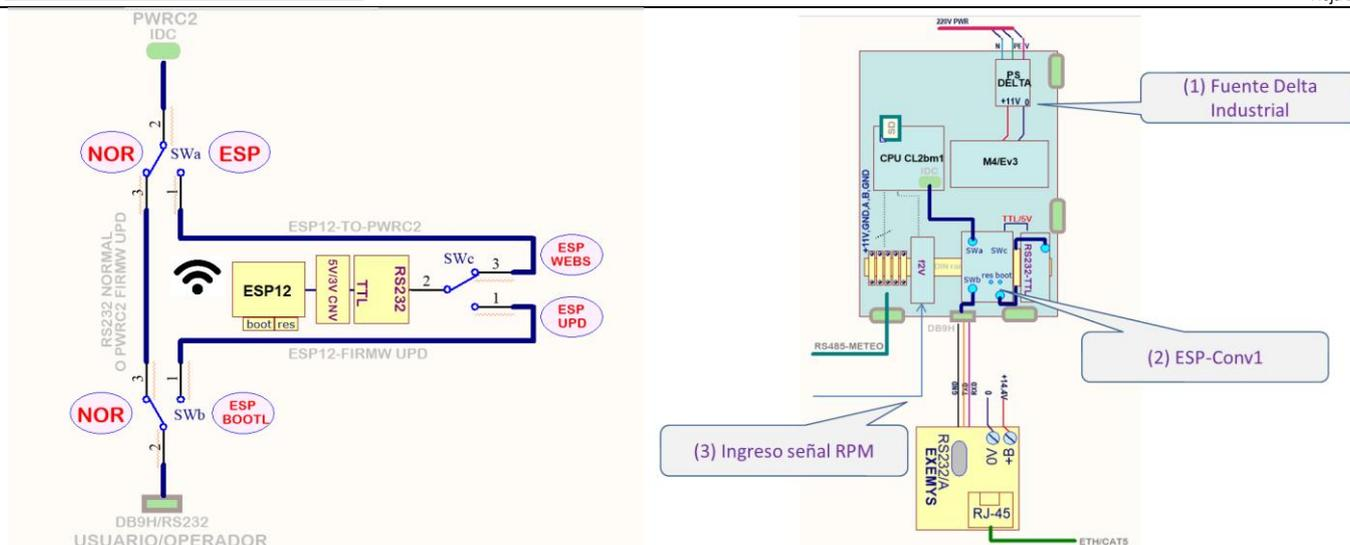

Figura 2 – Diagrama en bloques del ESP-Conv1 y conexión al PWRC2
2.1 Diagrama en Bloques y Modos de operación ESP-Conv1: El elemento agregado al PWRC2 se denomina ESP-Conv1, y su diagrama en bloques y conexionado se muestra en la Figura 2. Su objetivo es utilizar la interfaz RS232 y el convertor existente en los PWRC2 para acceder desde el conector frontal de los PWRC2 al modo terminal convencional por RS232 (bypass) dirigido a la placa CL2 del PWRC2 (**Modo1**), o al módulo de WiFi integrado ESP12 vía su puerto serie interno (para actualizar su software Webserver) (**Modo2**). A su vez, dicho puerto serie interno puede dirigirse hacia el terminal exterior para el Modo2, o hacia el puerto de la placa CL2 (**Modo3**), en cuyo caso el PWRC2 puede ser accedido por el usuario vía WiFi utilizando la funcionalidad del módulo ESP12 integrado. En la Tabla 1 se muestra un resumen de los modos de funcionamiento.